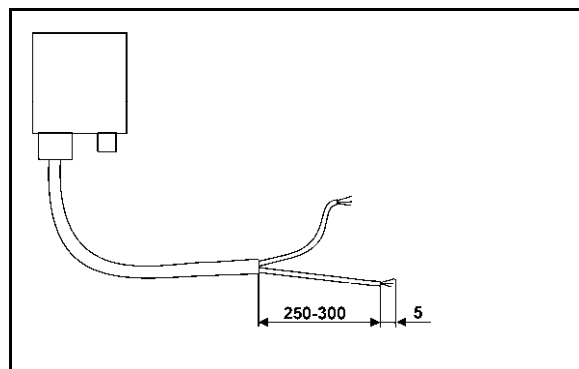

Fig. 3
Exemplu (fig. 3/6)
3. Dezizolați capătul cablului (Fig. 3) aprox. 250 până la 300 mm
- Dezizolați individual capetele cablurilor (Fig. 3) 5 mm.